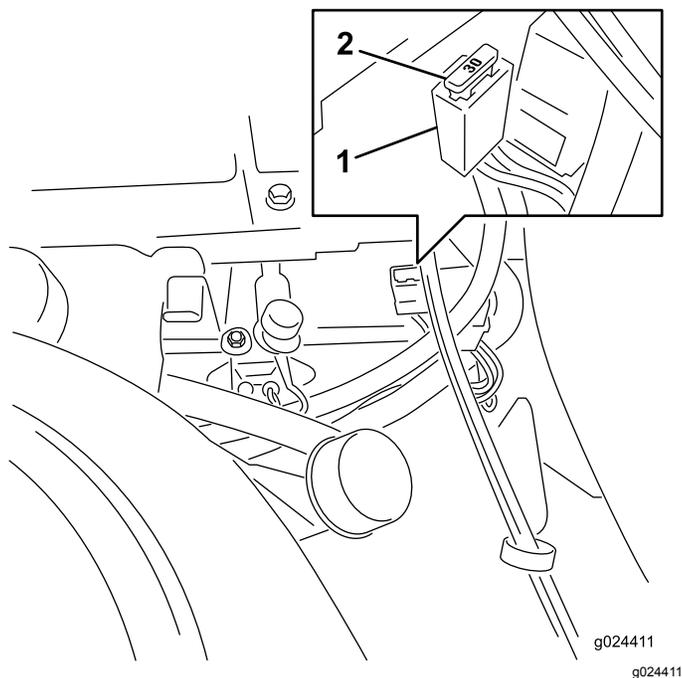

Figure 47
Remarque: Les fusibles sont situés sur la console droite, près du siège (Figure 47).
1. Pour remplacer le fusible principal, tirez-le en ligne droite hors du porte-fusibles (Figure 47).
4. Placez un fusible devant la fente du porte-fusibles (Figure 47).
5. Poussez le fusible dans le porte-fusibles jusqu'à ce qu'il soit complètement engagé (Figure 47).